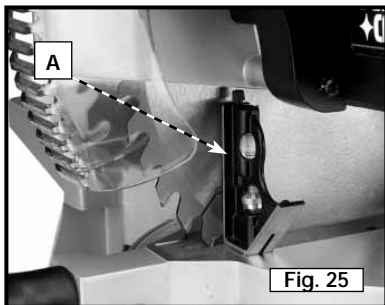

Fig. 25
1. Ajuste la sierra para que tanto los indicadores de bisel como de inglete estén ajustados a 0 grados, (A) Fig. 25 y apriete el mango de fijación de bisel y fije la cabeza de corte en la posición hacia abajo.
2. Utilizando una escuadra (A) Fig. 25 coloque un extremo de la escuadra sobre la mesa y el otro extremo contra la hoja, de la manera que se muestra en la ilustración. Compruebe si la hoja está a 90 grados respecto a la mesa.